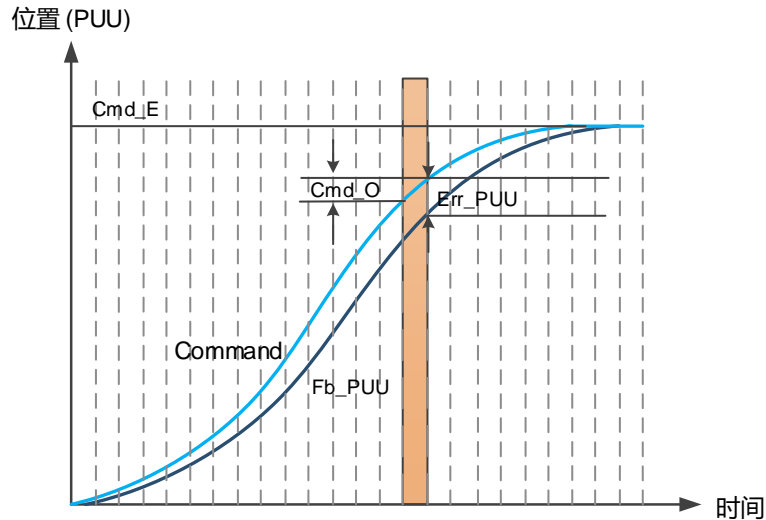

图 7.1.2.2 PR 模式命令执行中监视变量关系示意图
PR 程序亦可利用数字输入 (DI) 呼叫及数字输出 (DO) 观察 (DI/O 功能说明请参考表 8.1 及表 8.2)。利用 DI.CTRG (0x08) 触发运动命令，伺服则根据内部位置缓存器命令运行，命令执行完毕后，PR 位置命令完成 DO.Cmd_OK (0x15) 会输出信号；电机到达目标位置后，电机目标位置到达 DO.TPOS (0x05) 会输出信号；当 DO.Cmd_OK (0x15) 及 DO.TPOS (0x05) 均输出信号后，伺服程序完成 DO.MC_OK (0x17) 会输出信号，表示此段 PR 程序已完成，其运作方式如图 7.1.2.3。